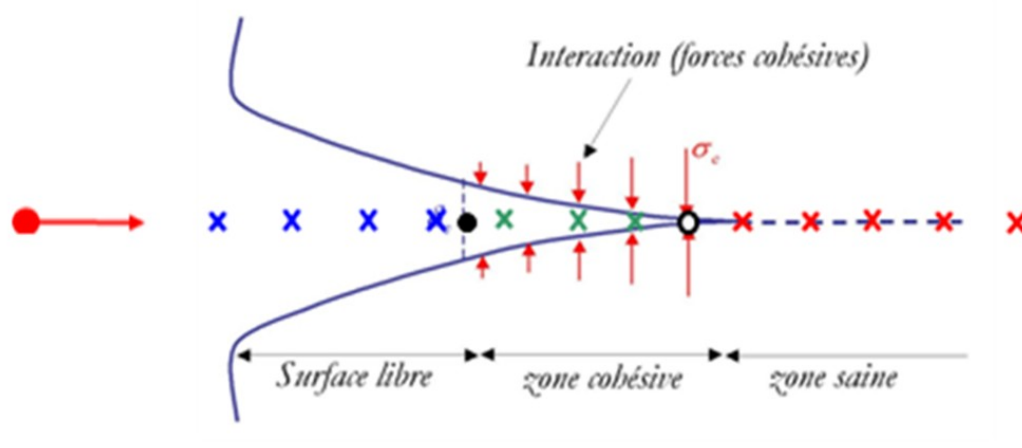

Figure 1 : Schéma de la fissure cohésive et de ses points de Gauss.
La fissure cohésive est représentée sur la figure 1, elle est supposée rectiligne, et se décompose en trois zone distinctes : saine, cohésive (ou endommagée) et surface libre (ou fissurée). On représente respectivement en rouge, vert et bleu les points de Gauss (PG) de ces zones.